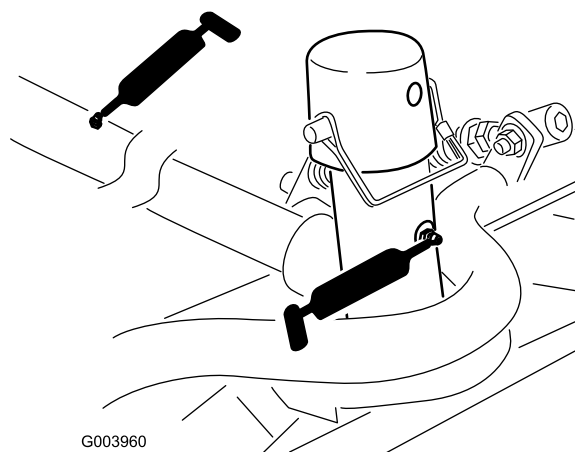

Рисунок 63
- Несущая рама и ось поворота режущего блока (по 2 шт.) (Рисунок 63)